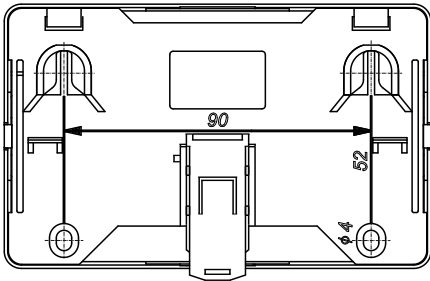

Рисунок 3
- в месте установки изолятора просверлить два верхних отверстия под дюбели с шурупами диаметром 4 мм согласно установочным размерам (рисунок 3);